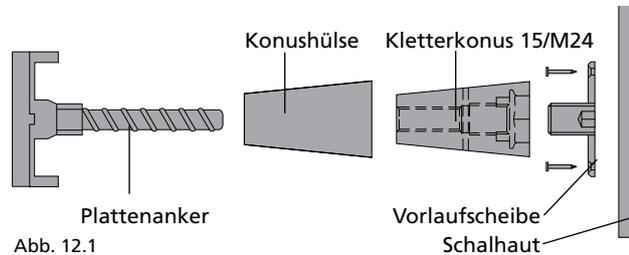

Abb. 12.1
(Abb. 12.1 und 12.2)
5. Plattenanker einschrauben (Abb. 12.1).